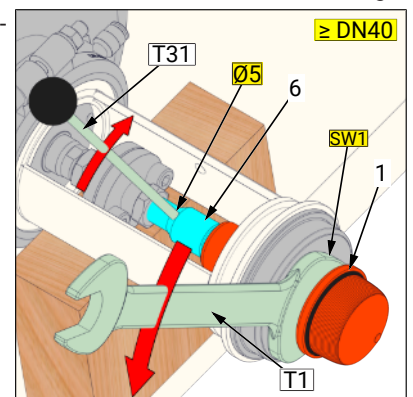

Abbildung 4
- Abb. 4: Ausbau über Schlüssel­fläche (SW1) (\cong DN40)
- Damit die Bohrung (B1) sichtbar wird, muss zuerst der Einsatz (2) abgezogen werden.
- Mit einem Zapfenschlüssel (T10) den Kolben (1) bzw. Regelkegel (Sk_m) aus der Spindel (6) ausschrauben.